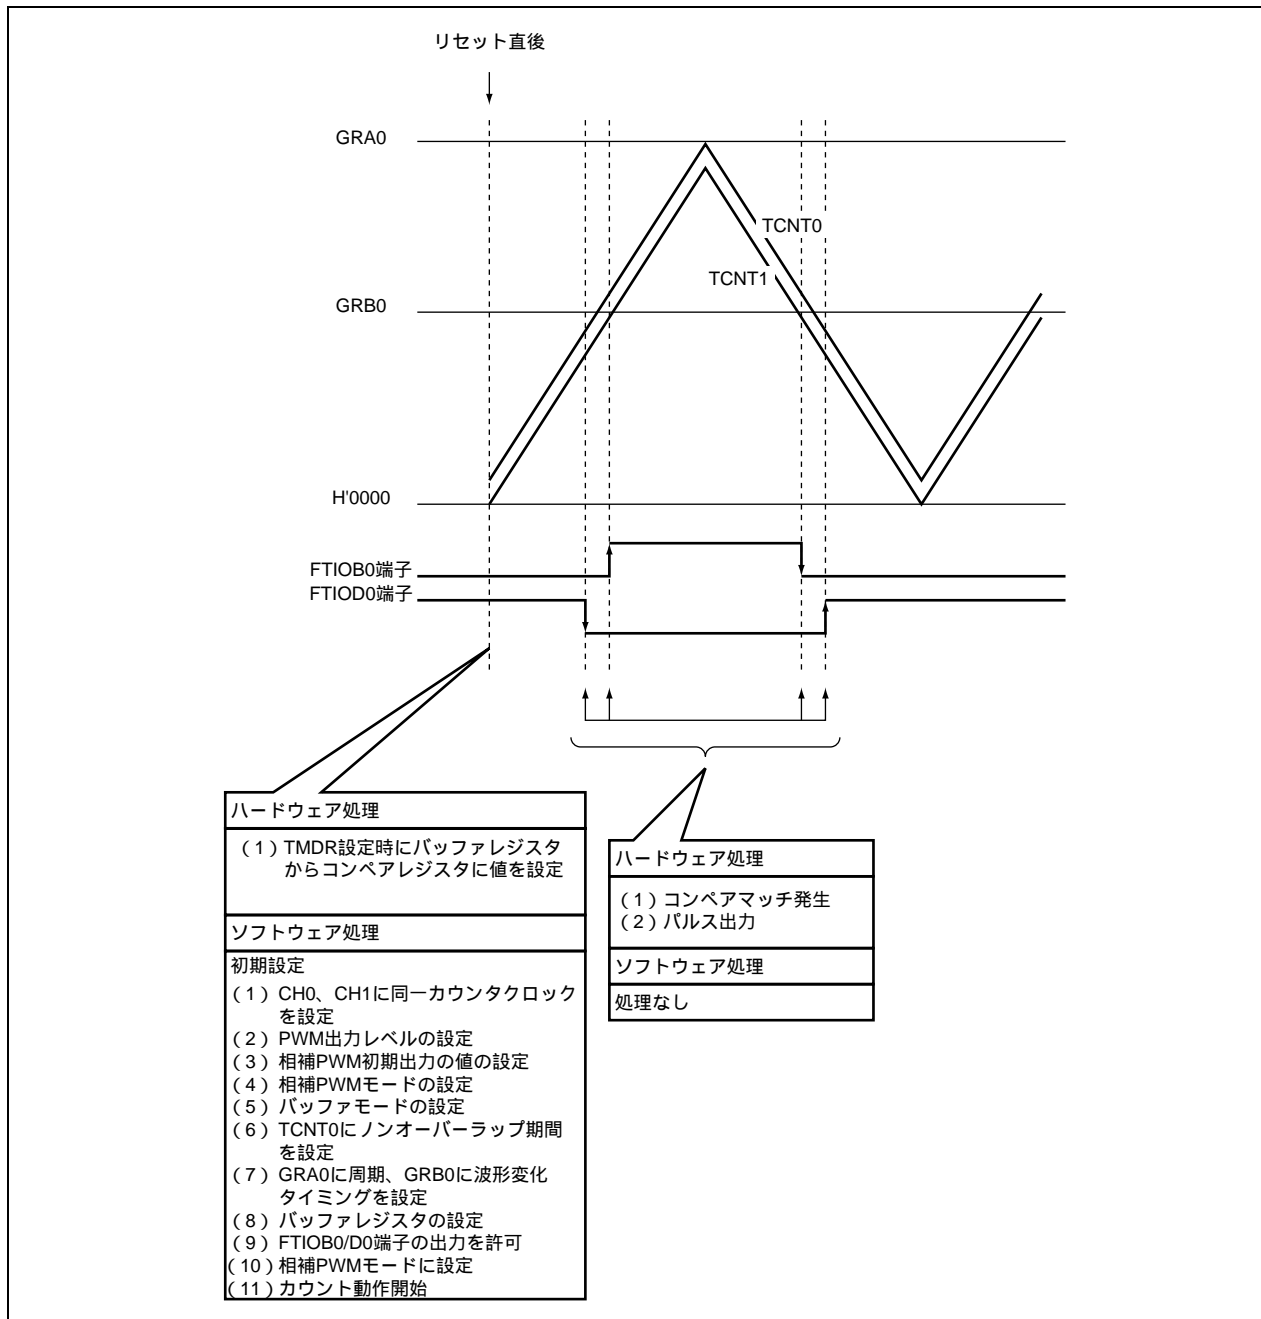

図 3.1 相補 PWM1 相分の波形出力の動作原理
1. 図 3.1 に動作原理を示します。H8/3687 のハードウェア処理およびソフトウェア処理により、相補 PWM 波形出力をします。